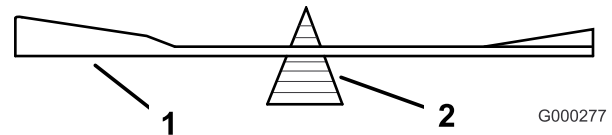
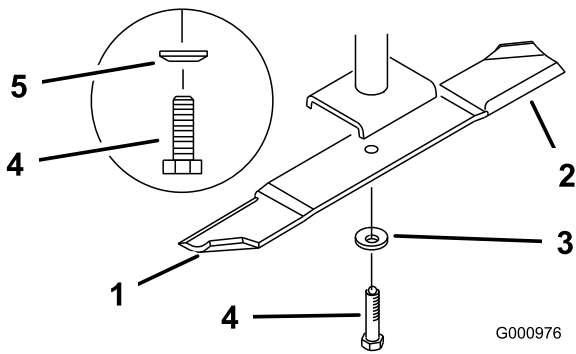

Figura 78
Figura 79
- Retire del eje el perno de la cuchilla, la arandela de muelle y la cuchilla (Figura 79).
- Verifique el equilibrio de la cuchilla colocándola sobre un equilibrador de cuchillas (Figura 78). Si la cuchilla se mantiene horizontal, está equilibrada y puede utilizarse. Si la cuchilla no está equilibrada, rebaje algo el metal en la parte de la vela solamente (Figura 79). Repita este procedimiento hasta que la cuchilla esté equilibrada.
- Instale la cuchilla en el eje (Figura 79).
- Instale la arandela de muelle y el perno de la cuchilla. El cono de la arandela de muelle debe estar orientado hacia la cabeza del perno (Figura 79). Apriete el perno de la cuchilla a 115-150 Nm.